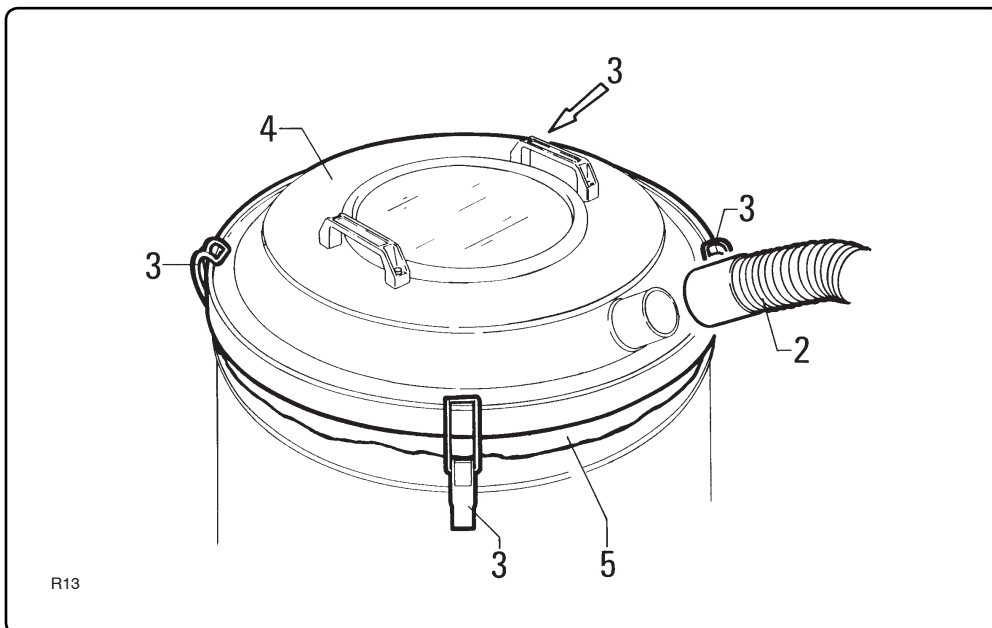

Fig. 7.5.1
7.5.1 - Sostituzione del sacco raccoglitore (fig. 7.5.1)
7.5.1 - How to replace the swarf bag (fig. 7.5.1)
7.5.1 - Remplacement du sac de récupération (fig. 7.5.1)
7.5.1 - Ersetzen des Staub-sammelbeutels (Abb. 7.5.1)
- Inserire il sacco nuovo col bordo "5" leggermente sporgente (fig. 7.5.1).
- Insert the new bag with the edge "5" slightly projecting (fig. 7.5.1).
- Introduisez le nouveau sac avec le bord "5" légèrement en saillie (fig. 7.5.1).
- Den neuen Beutel so einlegen, daß die Kante "5" leicht übersteht (Abb. 7.5.1).